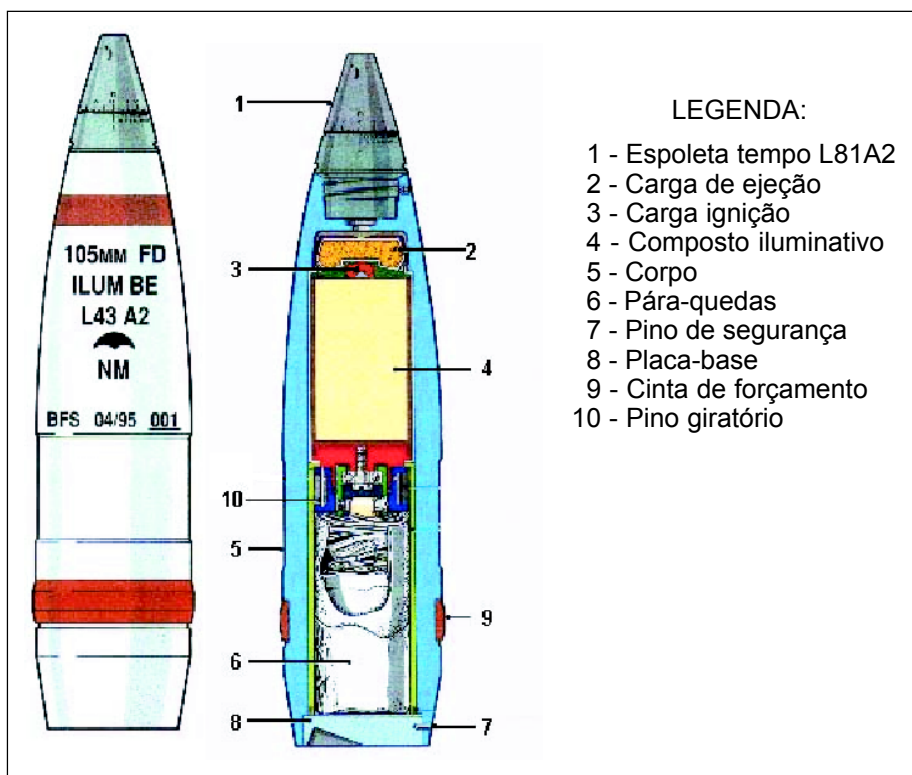

Fig 10-4 Granada 105 mm, Iluminativa (ILUM BE L43A2)
d. Granada 105 mm Iluminativa, (ILUM BE L43A2). (Fig 10-4)
(1) Corpo vazio - A granada apresenta-se na cor branca. É do tipo de ejeção pela base e produz um milhão de candeias com o tempo de queima de 30 seg. Ilumina uma área de 350 metros quadrados com uma altura de arrebentamento de 400 m. A cavidade do corpo tem paredes paralelas se estendendo a dois terços do comprimento da granada. Na sua base, o diâmetro é aumentado para receber a placa-base. A parte de baixo da placa-base tem um encaixe inclinado em forma de meia-lua, que gira a placa para se livrar do dispositivo do pára-quedas quando da ejeção. Uma única cinta de reforço é colocada em uma nervura formada em torno do corpo da granada. Na parte superior há um ouvido roscado para receber a espoleta. Este ouvido é diferente do padrão de 2 (duas) polegadas e só recebe a espoleta tempo L81A2, a qual não deve ser removida em hipótese alguma. A granada Iluminativa não comporta o tampão de armazenamento e transporte.
(2) Carga da granada